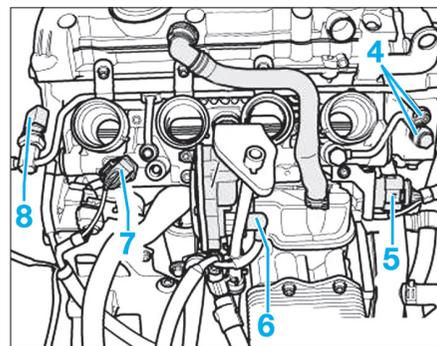

Fig. 41
- Retirer les conduites de carburant (4) de la pompe haute pression (Fig.41).
- le connecteur (5),
- le connecteur électrique du volet de tubulure d'admission (6),
- le connecteur du capteur de pression de carburant (basse pression) (7),
- le connecteur du capteur de pression de carburant (haute pression) (8).